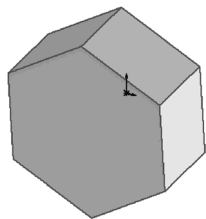

图 5-112 拉伸后的图形
5) 设置视图方向。单击“标准视图”工具栏中的（等轴测）按钮，将视图以等轴测方向显示，结果如图 5-112 所示。